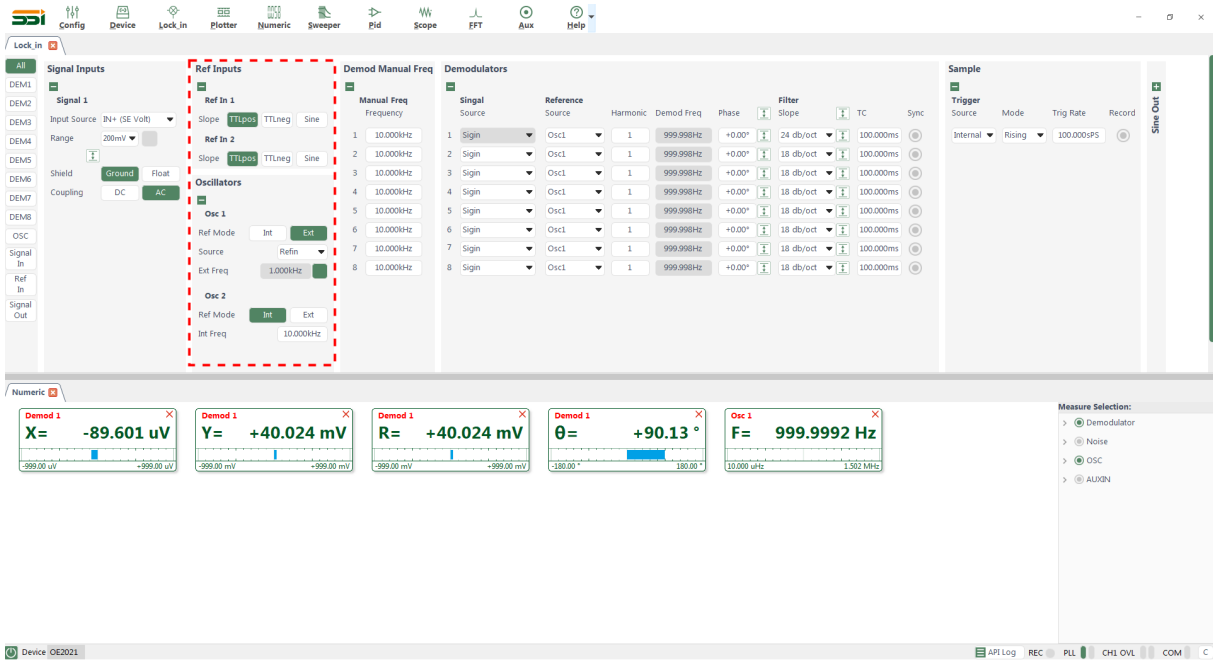
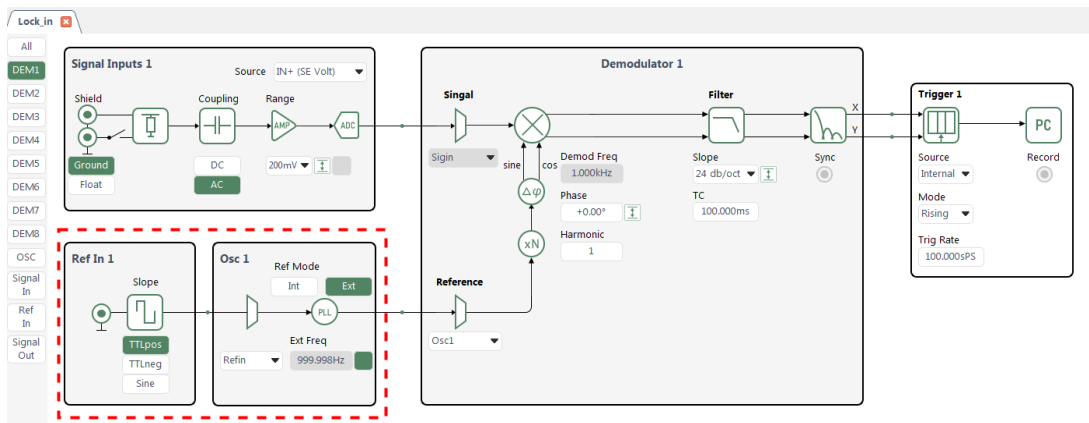

图 33. 参考信号配置图
图 34. 流程框图的参考信号配置区域
2. 根据表2配置, 在参考信号配置区域选择参考信号源类型、外部参考, 其它选项默认, 如图33和图34所示, 选择其中一种方式进行修改。